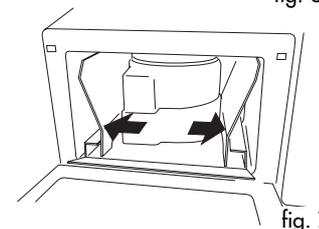

fig. 7
- Prima as paredes verticais para fora nos locais indicados pelas setas (fig. 7).